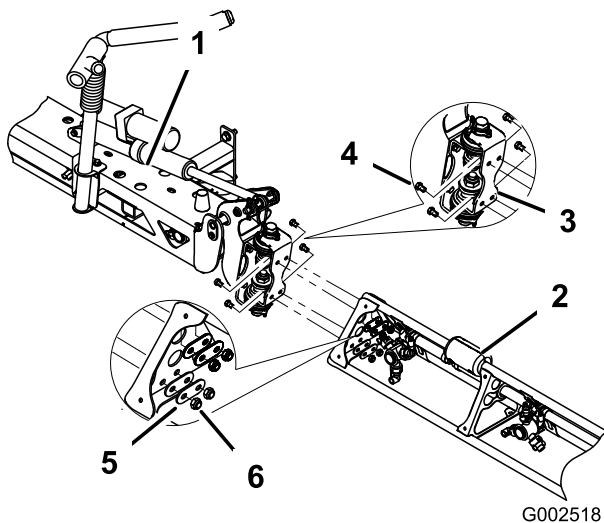

図 15
7. ヒンジプレートのところで、中央ブームにエクステンションブームを取り付けるステップ6で取り外したボルト4本、ワッシャ4枚、ナット4個を使い、図15のように取り付ける。